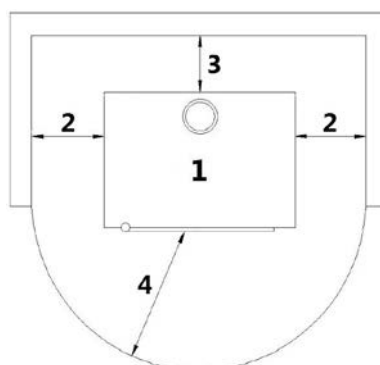

Fig. 16 - Instalação geral
| LEGENDA | Fig. 16 |
- É obrigatório instalar a estufa afastada de eventuais paredes e/ou móveis, com uma circulação de ar mínima de 240 mm nos lados, de 190 mm na parte traseira, para permitir uma eficaz refrigeração do aparelho e uma boa distribuição do calor no local (ver **Fig. 16**).
- Para as normas de segurança anti-incêndio devem-se respeitar as distâncias de objetos inflamáveis ou sensíveis ao calor (sofás, móveis, revestimento em madeira, etc.) como indicado em **Fig. 16**.
- Se as paredes são em material inflamável, verificar a distância de segurança (ver **Fig. 16**).